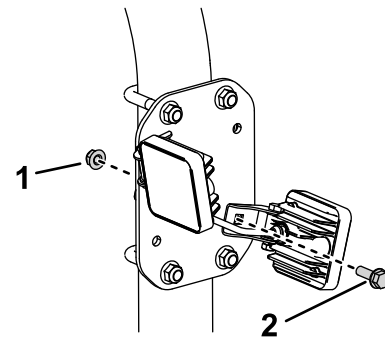

Figura 9
1. Retire las tuercas y los pernos traseros del soporte de las luces de trabajo, como se muestra en la Figura 9.